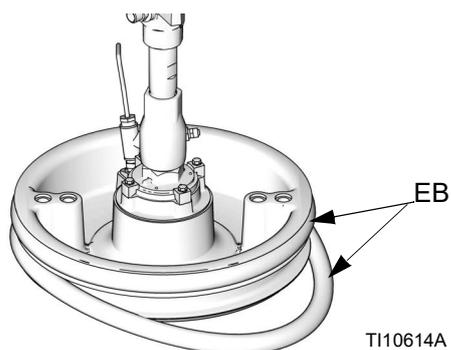

FIG. 42
1. Com uma ferramenta de madeira ou plástico para evitar danificar a escova (EB), limpe completamente o material das ranhuras do vedante.
2. *A partir do fundo*, incline uma escova (EB) na parte de trás da base (AD). Consulte a FIG. 42.
3. Introduza a escova (EB) na ranhura superior e coloque a frente da escova na ranhura.
4. Ao usar uma base de 55 galões, introduza a escova (EB) na ranhura superior e coloque a frente da escova na ranhura.